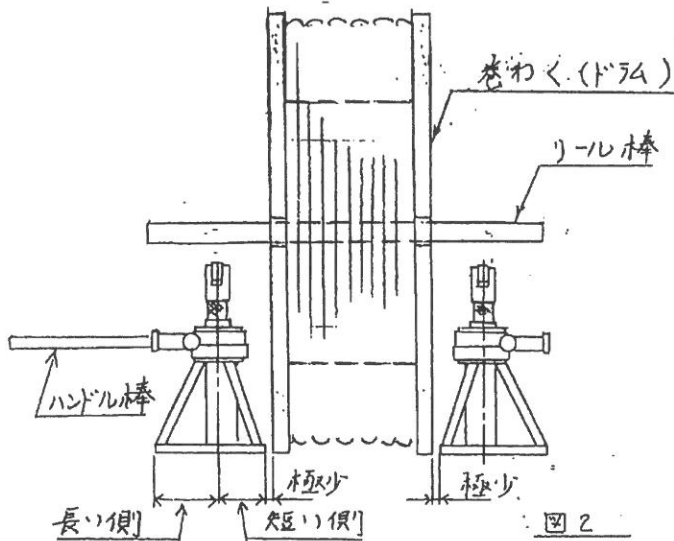

図 2
- b)ジャッキを設置する場所は地盤及び扛上物の負荷耐力のあることを確かめ、ジャッキの荷重に対して垂直に据え付け、負荷重心に対して安定して扛上出来るようジャッキを設置して下さい。（図2，3参照）